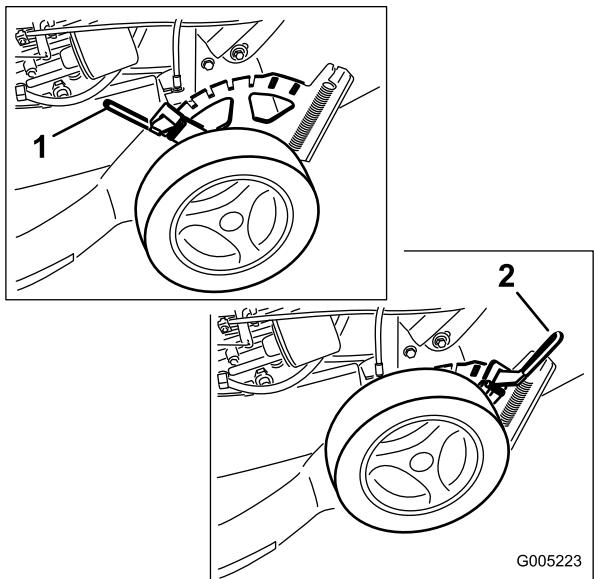

Figura 17
leva di regolazione dell'altezza delle ruote, situata sopra la ruota posteriore sinistra (Figura 17).
- Estraete la leva di regolazione dell'altezza delle ruote posteriori e spostatela nella posizione opportuna (Figura 17).